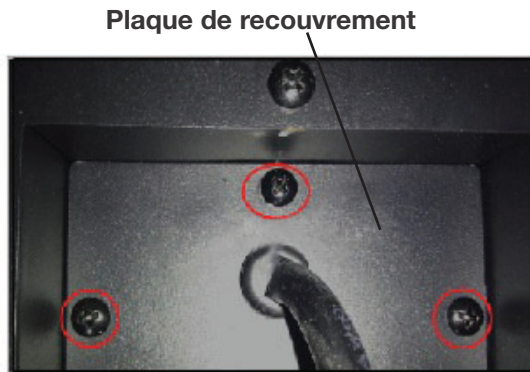

Fig. 1
1. Enlever la plaque de recouvrement située en bas à droite de l'appareil en dévissant les 3 vis (**Fig. 1**).